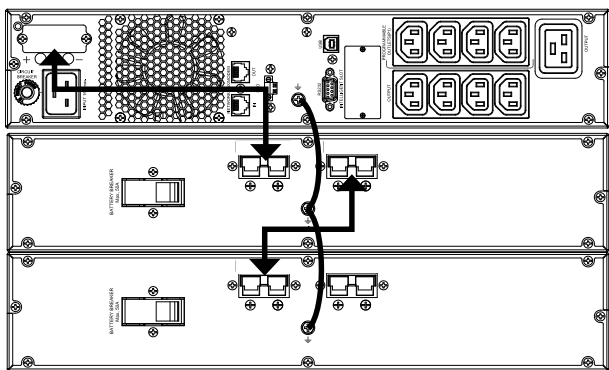

Fig. 11. Conexión con módulos de baterías.
Insertar el conector de un extremo de la manguera en el respectivo del SPS.ADVANCE RT2 y el del otro extremo al del módulo de baterías (ver Fig. 11).
- En la Fig. 11 se muestra la conexión de un equipo de 3 kVA en disposición tipo rack, con dos módulos de baterías. Para mayor número, operar de modo similar a los de la ilustración.